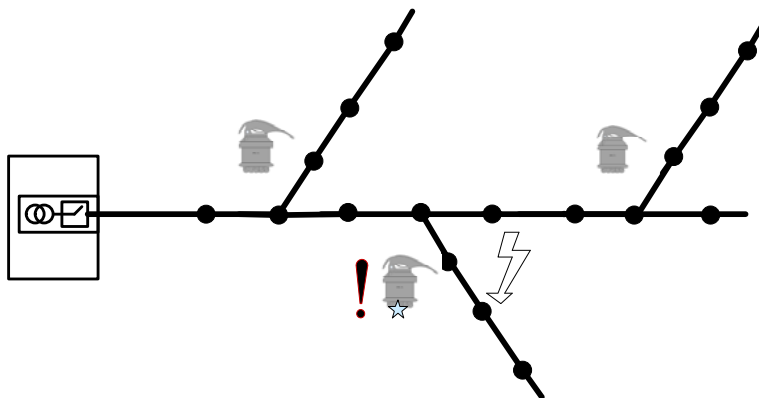

Рисунок 6 – Установка индикаторов на линии с коротким стволом и длинными ответвлениями
- на линии с коротким стволом и длинными ответвлениями индикаторы устанавливаются на ответвлениях вблизи мест разветвления, на ближайших к месту разветвления промежуточных опорах (Рисунок 6);